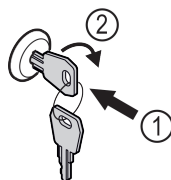

Fig. 102
- ▶ Włożyć kluczyk Fig. 102 (1).
- ▶ Przekręcić kluczyk o 90° w prawo Fig. 102 (2).